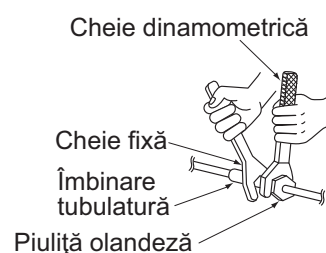

Fig. 14
- La racordarea sau deconectarea conductelor la sau de la unitate aveți grijă să folosiți atât o cheie fixă cât și una dinamometrică, conform desenului. **(Consultați Fig. 14)**